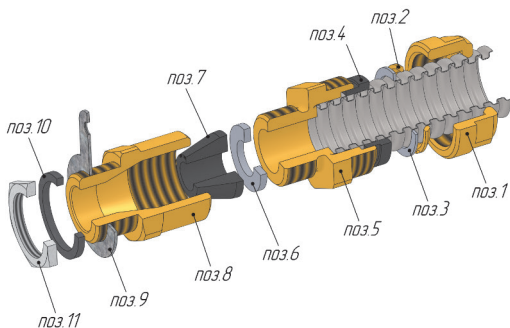
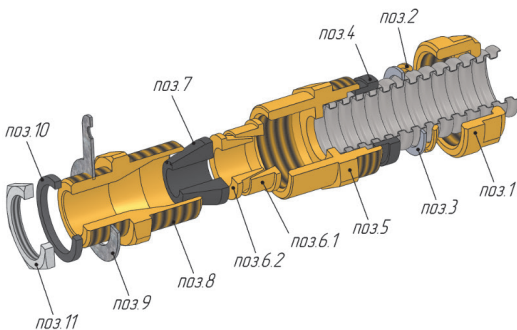

Рисунок 2. Ввод герметичный гибкий ВГГ, фитинг «А» для небронированного кабеля
Рисунок 3. Ввод герметичный гибкий ВГГ, фитинг «А» для бронированного кабеля
Сборку фитинга «А» для небронированного кабеля производить согласно (рис. 2), для бронированного кабеля согласно (рис. 3).
6. Если кабель небронированный, то надеть на кабель шайбу (поз. 6 рис. 2) и силиконовое уплотнение (поз. 7).
7. Если кабель бронированный, то надеть на кабель стакан (поз. 6.1 рис. 3), вставку (поз. 6.2 рис. 3), закрепив броню между ними, и силиконовое уплотнение (поз. 7).